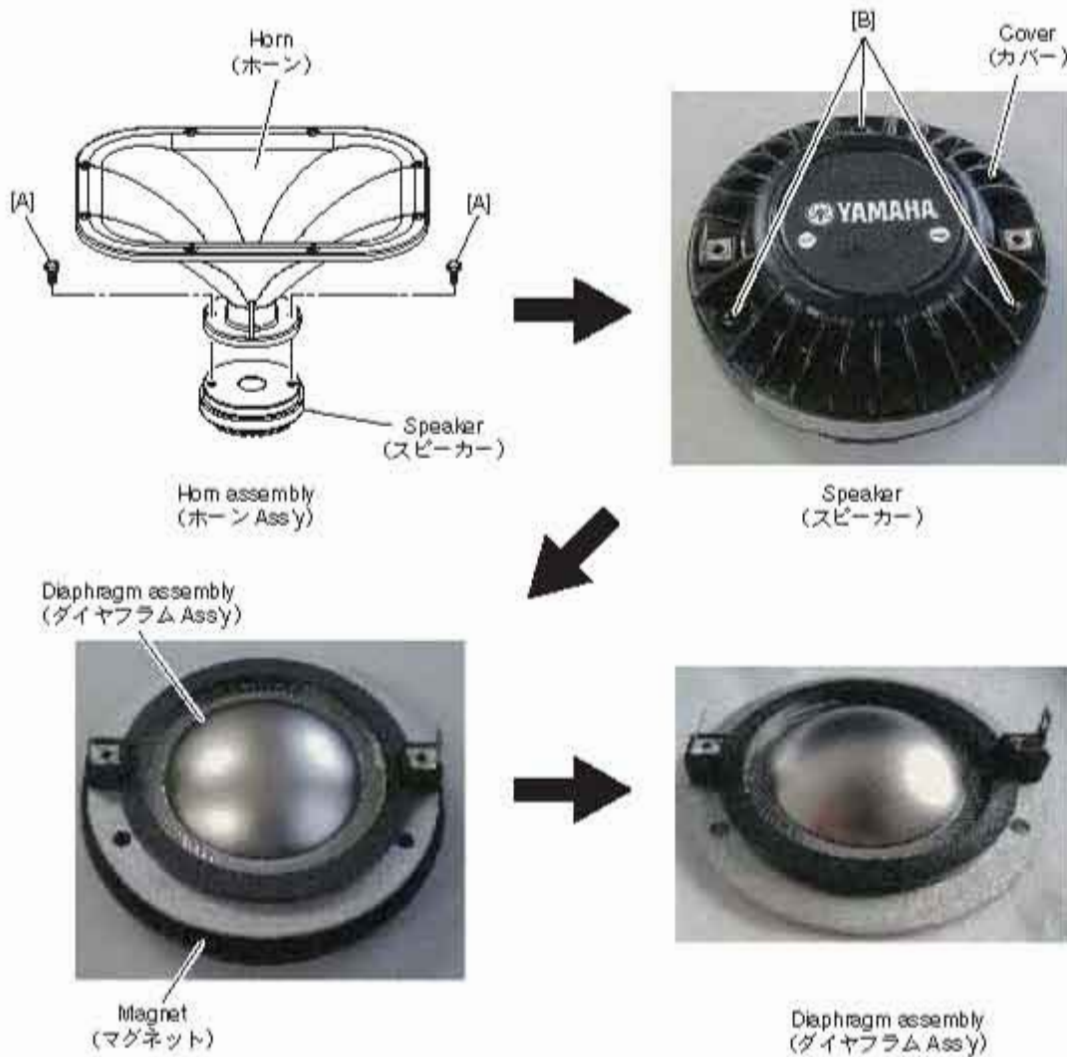

Fig. 6 (図 6)
3-5-1 Remove the two (2) hexagonal head bolt marked [A]. The horn and the speaker can then be separated. (Fig. 6)
3-6-1 Remove the three (3) screw marked [B], and remove the cover from the speaker. (Fig. 6)
The diaphragm assembly and the magnet can then be separated. (Fig. 6)
3-5-1 [A] の六角ボルト 2 本を外して、ホーンとスピーカーに別けます。(図 6)
3-6-1 [B] のネジ 3 本を外して、スピーカーからカバーを外します。(図 6)
ダイアフラム Ass'y とマグネットを別けます。(図 6)